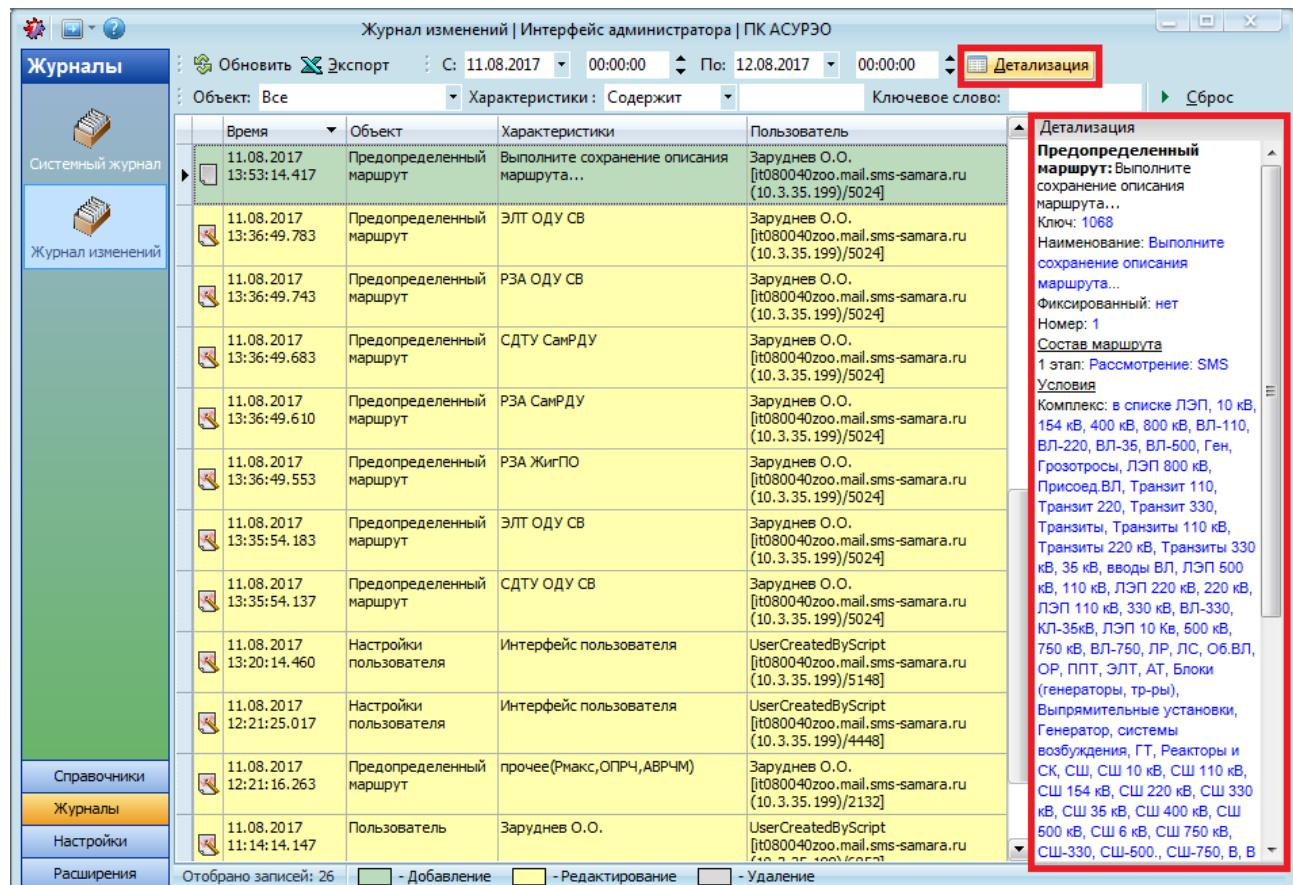

Рисунок 7.5 – Подробный режим просмотра журнала изменений
- Подробный.** В данном режиме детальная информация выделенной записи в журнале отображается на панели «Детализация», которая располагается в правой части формы (Рисунок 7.5). Панель появляется при нажатии на кнопку [Детализация]. Для переключения в строчный режим необходимо закрыть панель «Детализация», повторно нажав кнопку [Детализация].